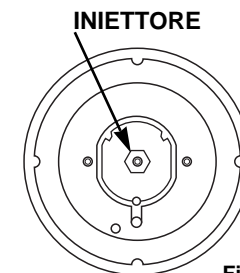

Fig. 6
- introdurre una chiave esagonale a tubo (7 mm) dentro il supporto bruciatore (fig. 6).